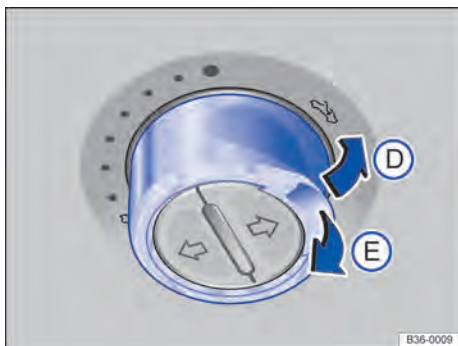

Fig. 42 No revestimento do teto: pressionar o interruptor e puxar para levantar ou fechar.
⇒ Fig. 42
- **Teto solar panorâmico:** dentro de aproximadamente 5 segundos após a liberação do limitador de força, puxar o interruptor o tempo necessário ⇒ Fig. 42 E, até que o teto solar panorâmico esteja completamente fechado.